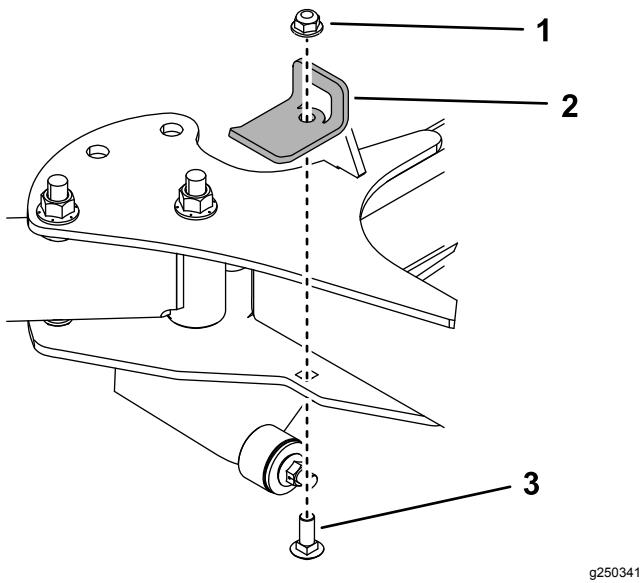

**Figura 12**
- Utilice un perno de cuello cuadrado (5/8" x 2 1/4") y una tuerca (5/8") para instalar los conjuntos de casquillos en la máquina (Figura 12). Apriete el perno a 37–45 N·m (27–33 pies-libra).
**Nota:** La brida de goma del casquillo debe estar orientada hacia el interior de la máquina, como se muestra en la Figura 12.